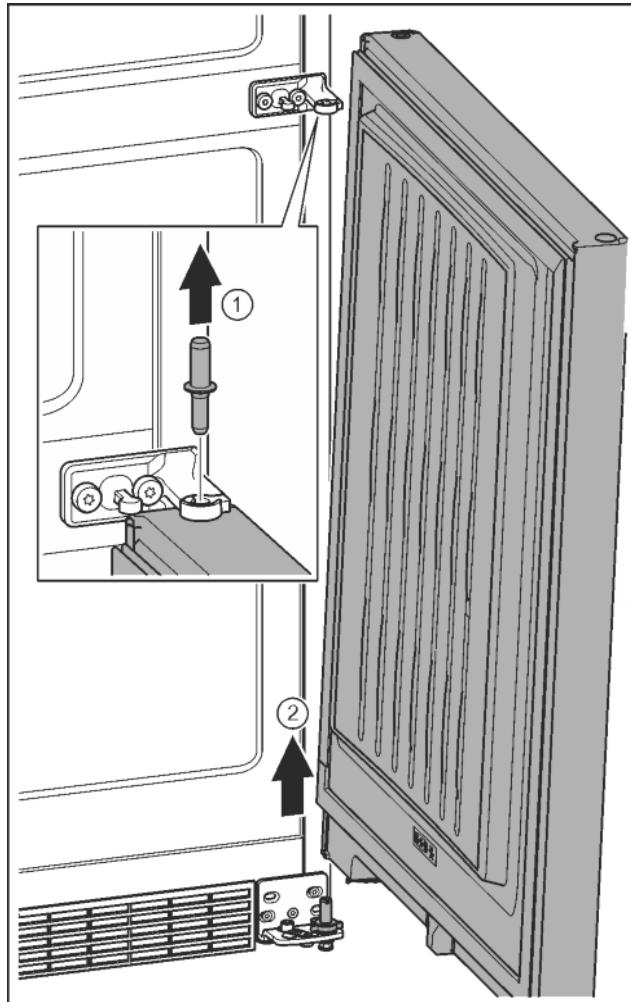

Fig. 10
- Извлечь пальцы движением вверх. Fig. 10 (1)
- Отклонить дверь, приподнять вверх и отставить в сторону. Fig. 10 (2)